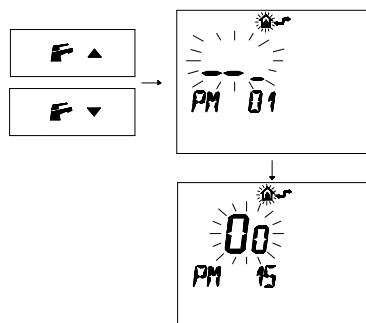

Figura 5.35
- Premere i pulsanti  o  per visualizzare la programmazione "**PM15**" abilitazione della sonda esterna (Figura 5.35)